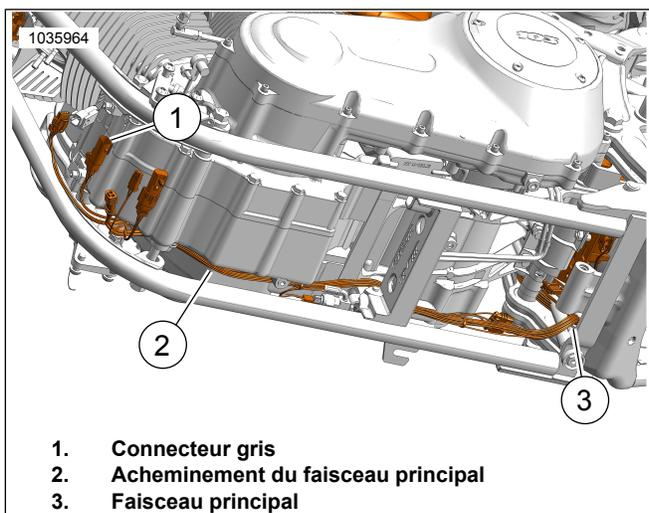

Figure 35. Acheminement du faisceau
14. Voir Figure 35. Acheminer le connecteur de faisceau gris hors du compartiment de batterie :
- a. Localiser le faisceau principal (3).
- b. Acheminer le faisceau avec connecteur gris le long du faisceau principal (2), vers le connecteur de faisceau principal avant.
- c. Associer les connecteurs par couleur (1) : gris sur gris.